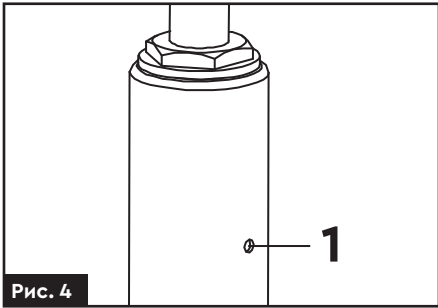

Рис. 4
3. Відкрийте корок оливозаливної горловини (1)(рис. 4). Рівень оливи повинен бути на рівні нижньої точки заливного отвору.